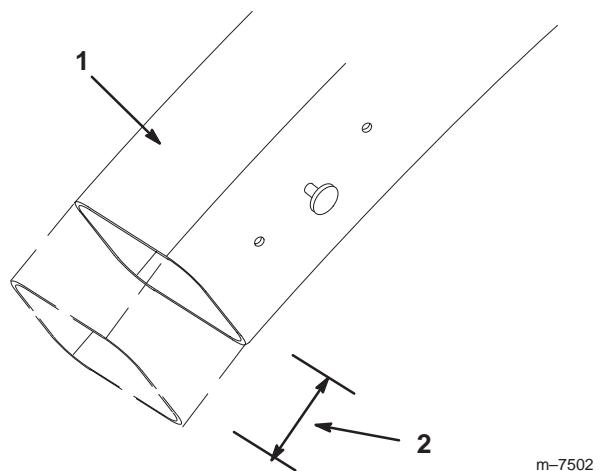

Figure 15
- Coupez 7 cm au bas du tube d'éjection (Fig. 15).